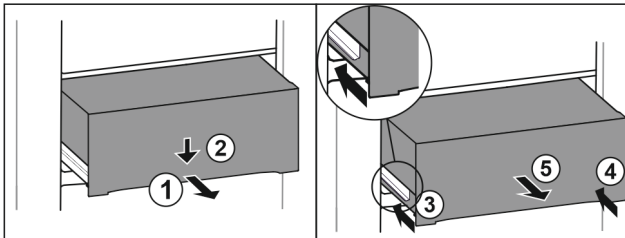

Fig. 86
- ▶ Вытяните выдвижной ящик наполовину. Fig. 86 (1)
- ▶ Вдавите выдвижной ящик в передней части вниз. Fig. 86 (2)
- ▶ Задвиньте левую направляющую прим. на 2 см. Fig. 86 (3)
- ▶ Задвиньте правую направляющую прим. на 2 см. Fig. 86 (4)
- ▶ Извлеките выдвижной ящик движением вперед. Fig. 86 (5)